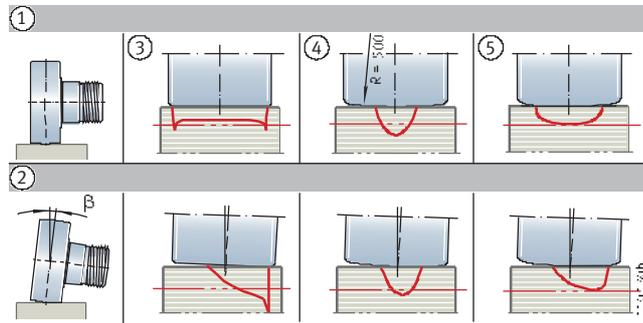
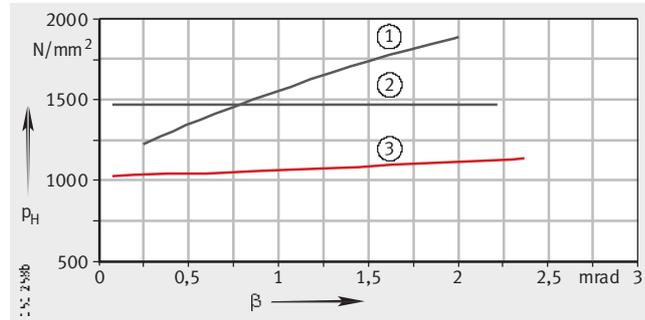

Bild 1
Bild 2
Bei Kurvenrollen mit diesem Balligkeitsprofil ist, *Bild 1* bis *Bild 6*, Seite 834 und Seite 835:
- Geringere max. Hertz'sche Pressung bei Verkipfung, *Bild 1* und *Bild 2*.
Vergleich: Zylindrisches Profil/Profil R = 500 mm; optimiertes INA-Profil ($C_{rw}/P_r = 5$), *Bild 1*.
Kurvenrolle NUKR80, Radiallast $F_r = 13\ 800$ N ($C_{rw}/P_r = 5$), *Bild 2*.